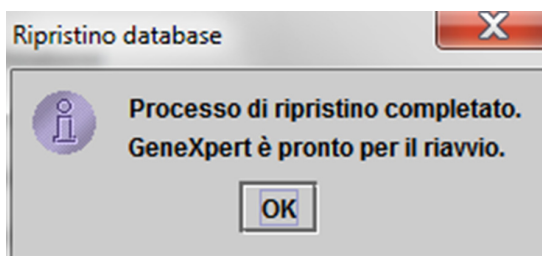

Figura 5-82. Schermata di conferma del completamento del ripristino del database
2. Fare clic su **Procedi** nella finestra Gestione database. Viene visualizzata la finestra di dialogo di conferma Compatta il database. Vedere la Figura 5-82.